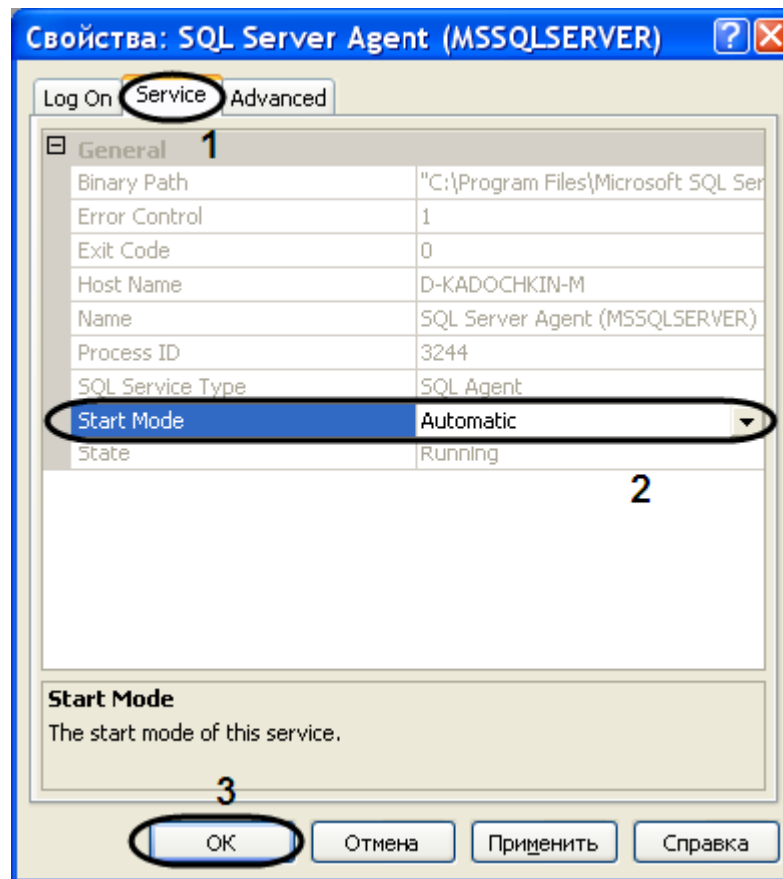

Рис. 11.3-2. Свойства "Sql Server Agent"
- 5.3. В результате проделанных операций откроется окно «Свойства: Sql Server Agent (MSSQLSERVER)» (Рис. 11.3-2).
- 5.4. Перейти на вкладку «Service» (Рис. 11.3-2, 1).
- 5.5. Из раскрывающегося списка параметра «Start Mode» выбрать значение «Automatic» (Рис. 11.3-2, 2).
- 5.6. Для сохранения внесенных изменений нажать кнопку «ОК» (Рис. 11.3-2, 3).